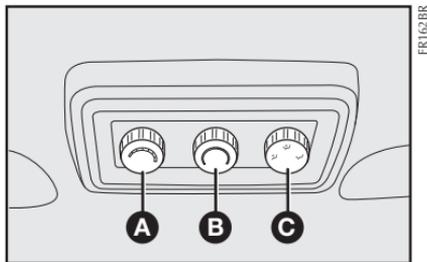
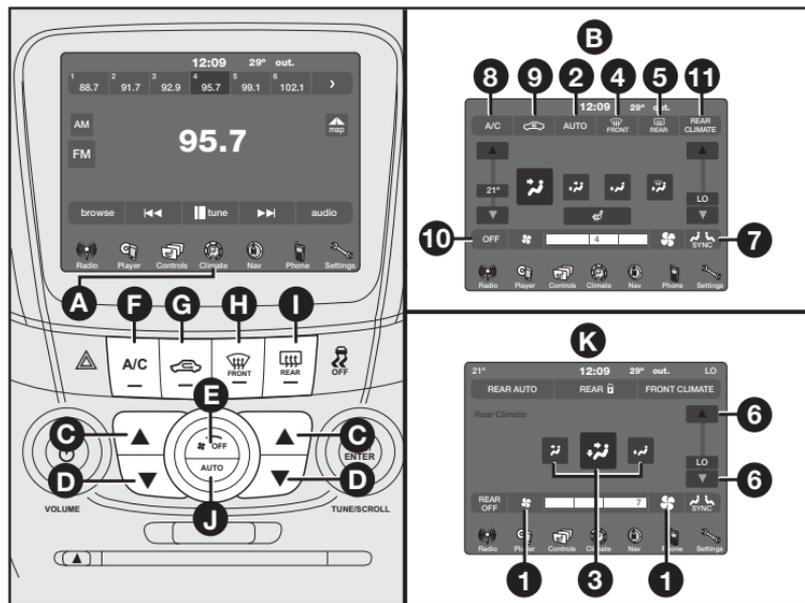

fig. 93
fig. 94
Pressionar o botão lock **REAR**  do climatizador de três zonas para que se acenda o símbolo **LOCK** no botão do painel traseiro **fig. 93**. A temperatura traseira e o fornecimento de ar são controlados pelo climatizador de três zonas.
2. Gire os botões do Ventilador Traseiro **A-fig. 93**, Temperatura Traseira **B-fig. 93** e Controle de distribuição do ar traseiro **C-fig. 93** de acordo com as suas necessidades de conforto.
O botão de controle do ventilador traseiro **A-fig. 93** pode ser configurado manualmente para a posição desligado ou qualquer outra velocidade fixa, girando o botão de baixa até alta velocidade. Isto permite que os ocupantes do banco traseiro controlem o volume de ar circulando na traseira do veículo.
Para alterar a temperatura na traseira do veículo, gire o botão de temperatura **B-fig. 93** no sentido anti-horário para baixar a temperatura e no sentido horário para aumentar a temperatura. As configurações de temperatura traseira são exibidas na parte de cima do painel frontal do climatizador.
Para ter acesso aos comandos do climatizador automático, pressione o botão virtual **CLIMATE A-fig. 94** para que seja exibida a tela **B-fig. 94** ou o controle físico **AUTO J-fig. 94**.
Pressione o botão **AUTO 2-fig. 94** na tela principal ou no botão físico **J-fig. 93** e a palavra **AUTO** irá se acender na tela dianteira do CLIMATIZADOR, estendendo duas ou três (quando previsto) temperaturas para o motorista, o passageiro dianteiro e os bancos traseiros. O sistema irá regular automaticamente na sequência a quantidade de fluxo de ar.
A seguir, ajuste a temperatura que você deseja que o sistema mantenha por meio das teclas virtuais **6**. Uma vez que a temperatura desejada for exibida, o sistema irá atingir e manter automaticamente este nível de conforto. Se a tecla virtual **SYNC 7-fig. 94** for pressionada, o sistema irá manter temperaturas uniformes para as duas regiões dianteiras e para a região traseira (se disponível).
Ao pressionar as teclas virtuais **2-fig. 94** será exibido o controle do ventilador. Existem sete velocidades de ventilação. Utilize os controles virtuais **1-fig. 94** ou o controle físico **E-fig. 94** para ajustar a quantidade de ar forçado pelo sistema em qualquer modo que você selecione. A velocidade do ventilador aumenta conforme você move o controle virtual ou físico em direção à direita a partir da primeira posição.
Ao pressionar uma das teclas virtuais **6-fig. 94** ou os controles físicos **C** e **D-fig. 94** serão exibidos os comandos para ajustar a temperatura do ar dentro do compartimento de passageiros, divididos em duas ou três zonas. Deslizando as teclas virtuais ou pressionando as teclas físicas **D-fig. 94** relativamente à área azul serão selecionadas as temperaturas (em graus Celsius) de funcionamento mais baixas, indicadas para a
refrigeração em dias quentes. Deslizando as teclas virtuais ou pressionando as teclas físicas **C-fig. 94** relativamente à área vermelha serão selecionadas as temperaturas (em graus Celsius) de funcionamento mais altas, indicadas para o aquecimento em dias frios.
Para proporcionar maior conforto térmico para os ocupantes do veículo, considerando as diferentes percepções pessoais de temperatura ambiente, as temperaturas da região esquerda e direita da cabine podem ser ajustadas separadamente por meio dos controles virtuais ou as teclas físicas **C** e **D-fig. 94** respectivamente. Se, no entanto, desejar que a temperatura selecionada seja uniforme, retorne para a tela inicial (pressionando a tecla **DONE**) e pressione a tecla virtual **SYNC 7-fig. 94**. Uma vez selecionada a temperatura desejada na tela correspondente, pressione a tecla virtual **DONE**.
Os controles de distribuição - teclas virtuais **3-fig. 94** - permitem que você escolha entre diversas seleções de distribuição de ar. Você pode selecionar um modo primário, conforme identificado pelos símbolos, ou uma mistura entre dois destes modos.
O modo desembaçamento pode ser acionado diretamente por meio da tecla física **H-fig. 94** ou virtual **4-fig. 94** ou ainda por meio da tecla virtual **FRONT 4-fig. 94** quando o climatizador estiver na posição desligado (**CLIMATE OFF**).
Se houver necessidade de desembaçar o vidro traseiro pressionar a tecla física **I-fig. 94** ou virtual **5-fig. 94** ou ainda por meio da tecla virtual **REAR** quando o climatizador estiver na posição desligado (**CLIMATE OFF**).
Pressione a tecla física **G-fig. 94** ou a tecla virtual **9-fig. 94** para selecionar entre a entrada de ar externo e a recirculação do ar interno ao veículo. Utilize o modo de **RECIRCULAÇÃO** somente para bloquear temporariamente odores externos, fumaça, poeira e para refrigerar o interior mais rapidamente quando ligar a climatização em clima muito quente ou úmido.
Caso seja desejado o modo de **ECO-NOMIA**, pressione o botão **F** ou **8-fig. 94**. A luz indicadora irá se desligar, juntamente com o compressor do **A/C**. Ajuste as teclas de temperatura para a posição desejada.
Para refrigeração máxima, sem intervenção da gestão automática (**AUTO**), utilize os botões de modo **A/C F-fig. 94** e **RECIRCULAÇÃO G-fig. 94** ao mesmo tempo (ou por meio dos botões virtuais **8** e **9** no display). Uma vez atingida a temperatura desejada, desative a recirculação para possibilitar a renovação do ar no interior do veículo.
Quando desejar que o modo de gestão automática do climatizador reassuma o controle total da climatização pressione o botão **1-fig. 94 (AUTO)**.
Quando desejar desligar o climatizador, pressionar o botão físico **E-fig. 94** ou a tecla virtual **10-fig. 94**.
O sistema de climatizador traseiro tem saídas de ar no assoalho na parte de trás do veículo, do lado direito, e saídas de teto em cada posição lateral do banco traseiro. O sistema fornece ar aquecido pelas saídas de assoalho ou ar frio e desumidificado através das saídas de teto. Tem-se acesso aos controle do climatizador para a parte traseira do veículo, principalmente, por meio da tecla virtual **REAR CLIMATE** (climatizador traseiro) **11-fig 94** e detalhe **1-fig. 94**, a partir da tela principal de controle do climatizador.
As funções de comando disponíveis na tela **REAR CLIMATE controls K-fig. 94** são de funcionamento similar às descritas para a tela de controle das zonas dianteiras **B-fig. 94**.